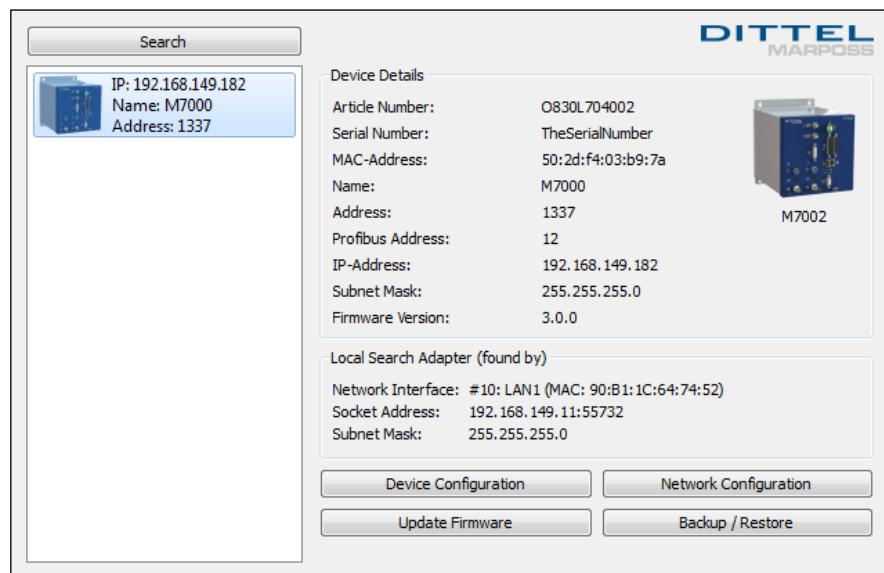

Bild 6-2 Übersicht über die Geräteeigenschaften
Mit einem Klick auf die Schaltfläche „Device Configuration“ (siehe Bild 6-2 auf Seite 79) können Sie folgende Geräteeinstellungen ändern:
Mit einem Klick auf die Schaltfläche „Submit“ übernehmen Sie die Einstellungen und kehren zur Übersicht über die Geräteeigenschaften zurück (siehe Bild 6-2 auf Seite 79).
Mit einem Klick auf die Schaltfläche „Cancel“ kehren Sie ohne Änderungen zur Übersicht über die Geräteeigenschaften zurück (siehe Bild 6-2 auf Seite 79).
- Mit einem Klick auf die Schaltfläche „Submit“ übernehmen Sie die Einstellungen und kehren zur Übersicht über die Geräteeigenschaften zurück (siehe Bild 6-2 auf Seite 79).
- Mit einem Klick auf die Schaltfläche „Cancel“ kehren Sie ohne Änderungen zur Übersicht über die Geräteeigenschaften zurück (siehe Bild 6-2 auf Seite 79).
Mit einem Klick auf die Schaltfläche „Update Firmware“ (siehe Bild 6-2 auf Seite 79) können Sie die Firmware des M7002/MA7002 aktualisieren.
Mit einem Klick auf die Schaltfläche „Backup / Restore“ (siehe Bild 6-2 auf Seite 79) können Sie die Satz- und Systemeinstellungen des Gerätes für Auswuchten und AE-Prozessüberwachung in eine *.DS7000.ibn-Datei sichern. Ebenso ist es möglich, die in einer Datei gespeicherten Satz- und Systemeinstellungen wieder in das Gerät einzulesen.